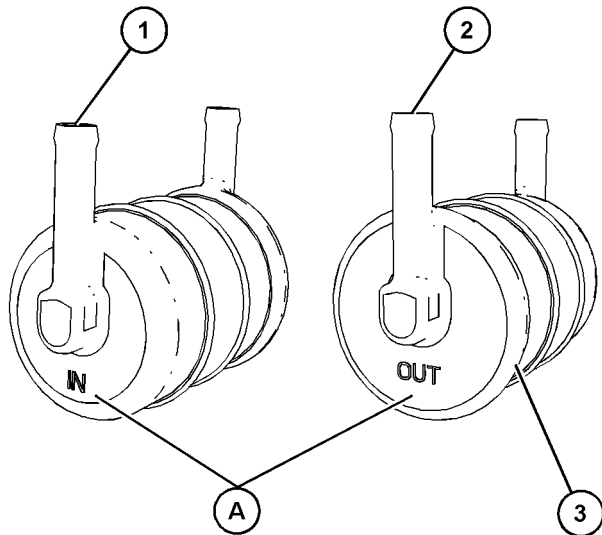

Abbildung 69
2. Die Außenseite des Kraftstofffilters (3) und die Kraftstoffschläuche reinigen, die am Kraftstofffilter angebracht sind.
3. Temporäre Markierungen an den Kraftstoffschläuchen anbringen, um den Einbau des Kraftstofffilters zu erleichtern. Die Richtung des Kraftstoffstroms durch den Kraftstofffilter lässt sich an der Position (A) am Kraftstofffilter feststellen. Siehe Abbildung 69 .
4. Die Kraftstoffschläuche vom Kraftstoffeinlass (1) und Kraftstoffauslass (2) am Kraftstofffilter trennen.
5. Den neuen Kraftstofffilter an den Kraftstoffschläuchen montieren. Sicherstellen, dass der Kraftstoffeinlass (1) und der Kraftstoffauslass (2) richtig herum angeschlossen werden.
6. Die Kraftstoffschläuche am Kraftstoffeinlass (1) und Kraftstoffauslass (2) mit Schlauchschellen sichern.